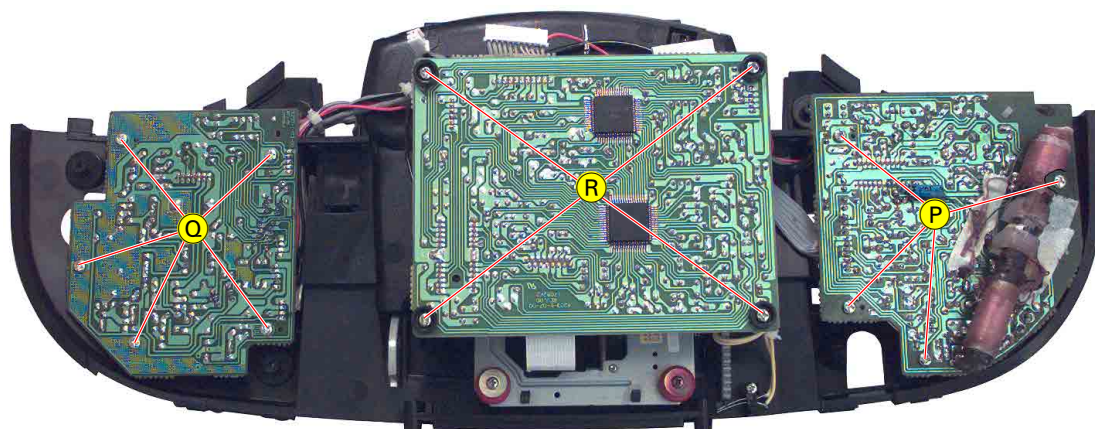

Fig. 9
- 4 Schrauben (P) (Fig. 9) herauserschrauben.
- 5 Schrauben (Q) (Fig. 9) herauserschrauben.
- Undo 4 screws (P) (Fig. 9).
- Undo 5 screws (Q) (Fig. 9).
- 4 Schrauben (R) (Fig. 9) herauserschrauben.
- Undo 4 screws (R) (Fig. 9).